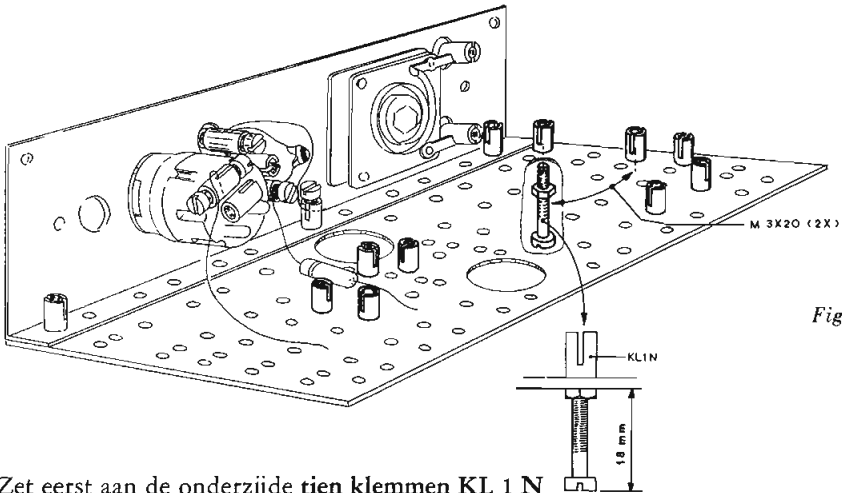

Fig. B2
4. Zet eerst aan de onderzijde tien klemmen KL 1 N (met één gleuf) vast aan de bruine isolatieplaat (fig. B2). Twee van deze klemmen moeten worden bevestigd met lange bouten M 3 × 20 (doorsnede 3 mm; lengte 20 mm) en bijpassende moeren. Zorg er voor, dat de koppen van deze lange bouten 18 mm boven de montageplaat uitsteken (zie ook fig. B3). Let ook op de stand van de gleuven in de klemmen. Zet de andere klemmen KL 1 N aan de isolatieplaat vast met de kortste boutjes.